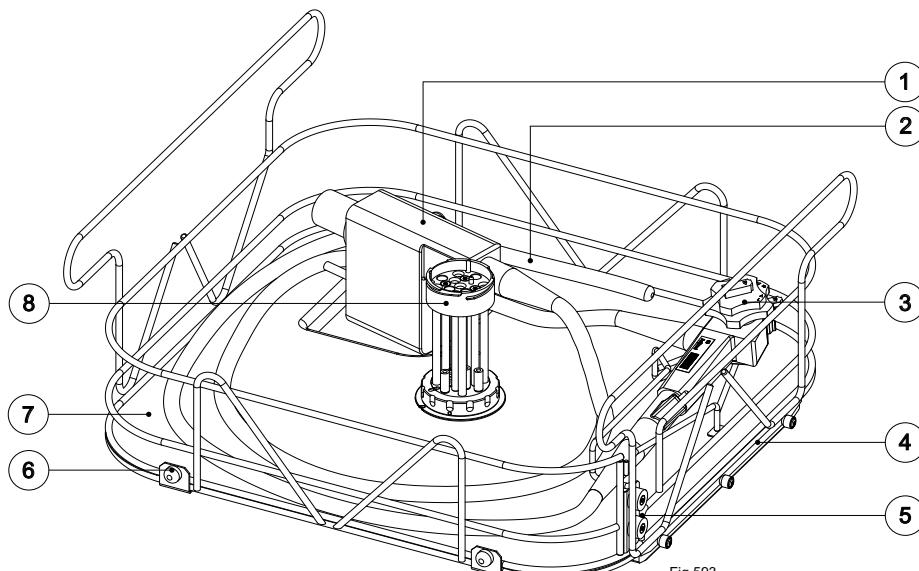

Fig 593
- ▶ Versorgungsteil (Fig. 593 Pos.1) in die Vertiefung des Endowagen einlegen